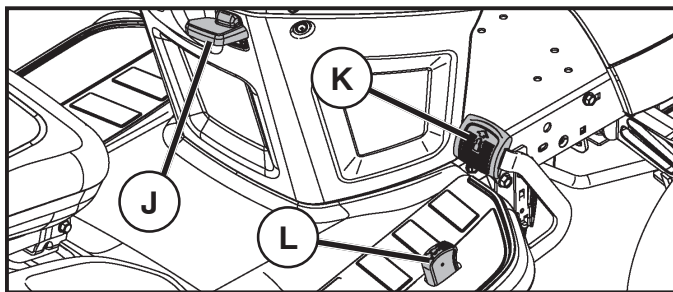

Fig. 8
PARA USAR EL CONTROL DE ESTRANGULACIÓN (N) (Vea Fig. 8)
MOVERSE HACIA ADELANTE Y HACIA ATRÁS (Vea Fig. 8)
UTILIZAR EL MANDO CRUCERO (Vea Fig. 8)